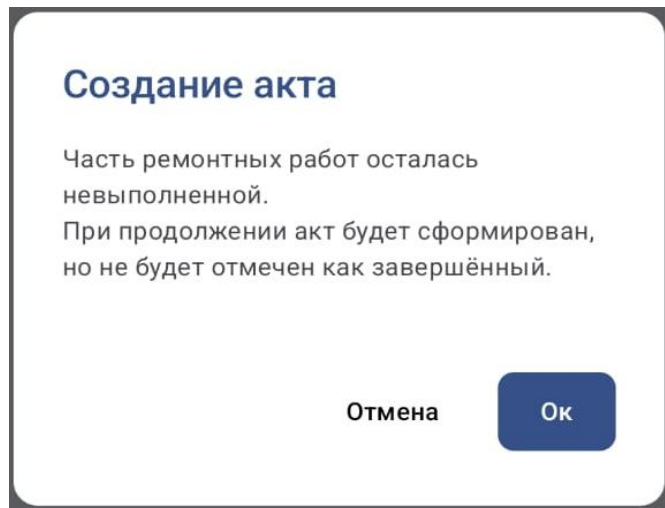

Рисунок 69 – Предупреждение о невыполненной работе.
**Если выполнены не все задачи**, пользователю отобразится предупреждение о том, что не все работы были выполнены (рис. 69). В этом случае акт все равно будет создан и заполнен актуальными данными, но сам наряд не перейдет в статус «Завершенного» и при необходимости его можно взять на доработку.